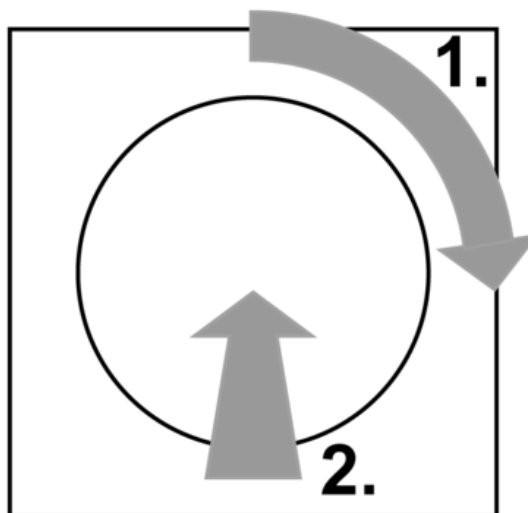

Рис.3: максимальная яркость
- Поверните ручку регулировки на четверть оборота по направлению движения часовой стрелки и нажмите на неё (рис.3).